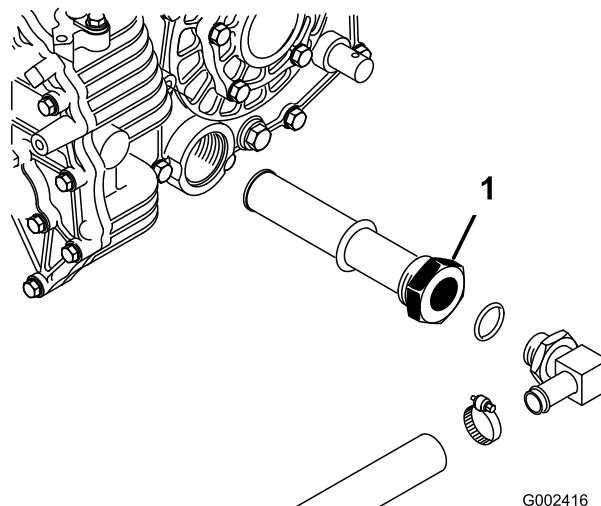

Рисунок 78
3. Отметьте ориентацию гидравлического шланга и 90-градусного фитинга, подсоединенного к сетчатому фильтру на боковой стороне резервуара (Рисунок 78). Снимите гидравлический шланг и 90-градусный фитинг.